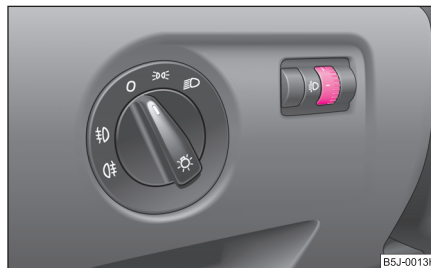

Fig. 34 Tabloul de bord: Adaptarea farurilor
- Rotiți regulatorul rotativ ⇒ fig. 34, până când lumina de întâlnire este reglată astfel încât să nu îi orbească pe participanții la trafic.